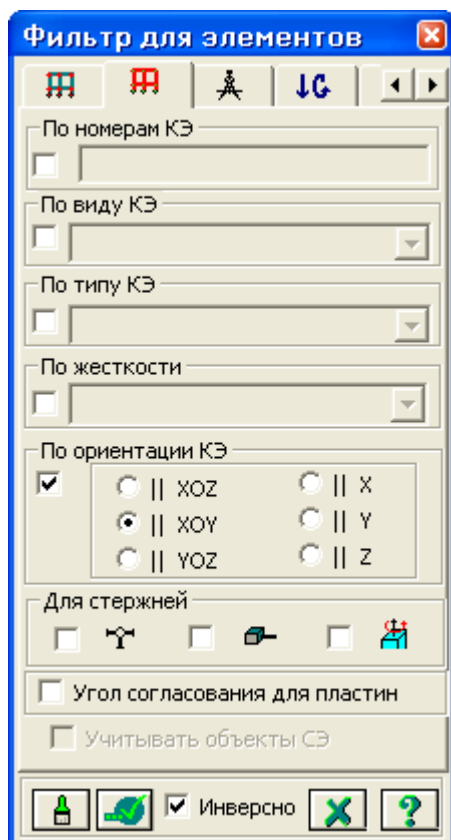

Рис.16.15. Диалоговое окно **Фильтр для элементов**
- В этом окне перейдите на вторую закладку **Фильтр для элементов** (рис.16.15).